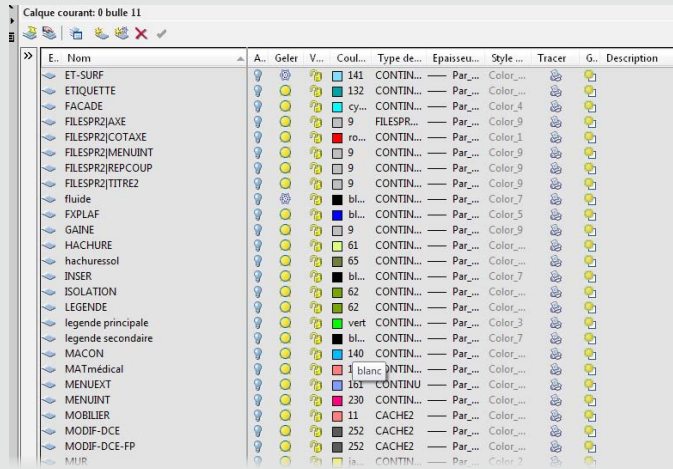

Figure 11
- Dans un premier temps, toutes les ampoules sont éteintes (voir Figure 11).